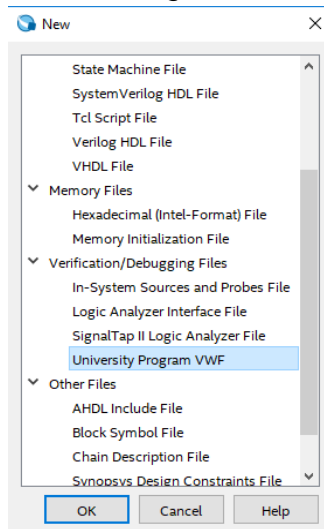

Figura 6. Creación de un archivo de simulación.
7. Realice la compilación del **processor_design.vhd** dando clic en el ícono  y luego proceda a crear un archivo de simulación dando clic en **File→New→University Program VWF**, como se visualiza en la Figura 6.